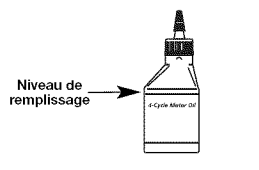
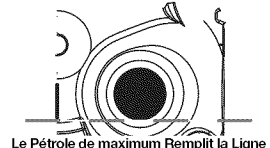

Fig. 29
Fig. 25
- Le regard dans le pétrole remplit le trou, utiliser une lampe de poche si nécessaire. Le pétrole doit être juste touchant l'intérieur plus fil (Fig. 25).
- Si le niveau d'huile ne touche pas le filetage le plus à l'intérieur dans le trou de remplissage de l'huile, ajoutez une petite quantité d'huile dans le trou de remplissage de l'huile et vérifiez à nouveau (Fig. 25). Répétez cette procédure jusqu'à ce que le niveau d'huile atteigne le filetage le plus à l'intérieur du trou de remplissage d'huile.
REMARQUE: Mesurez la quantité nécessaire à l'aide de la bouteille et de la buse utilisées lors de la mise en service. 90 ml (3,04 oz) correspond environ au haut de l'étiquette de la bouteille (Fig. 29). Vérifiez le niveau d'huile avec la jauge. S'il est trop bas, ajoutez un peu d'huile par l'orifice et revérifiez. Ne remplissez pas trop (Fig. 25).